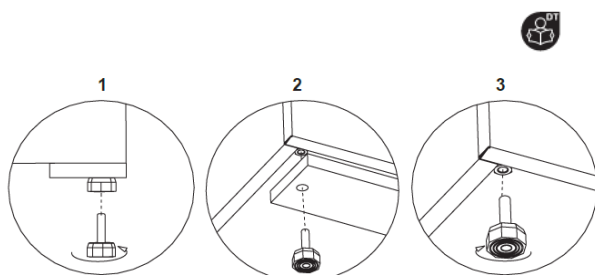

Abb. 6 Entfernen der Holzplattform
- Packen Sie das Gerät aus der Kiste, von der Palette oder entfernen Sie die Holzplattform auf dem Boden (Abb. 6), entfernen Sie die Folie und die Kartonwinkel.